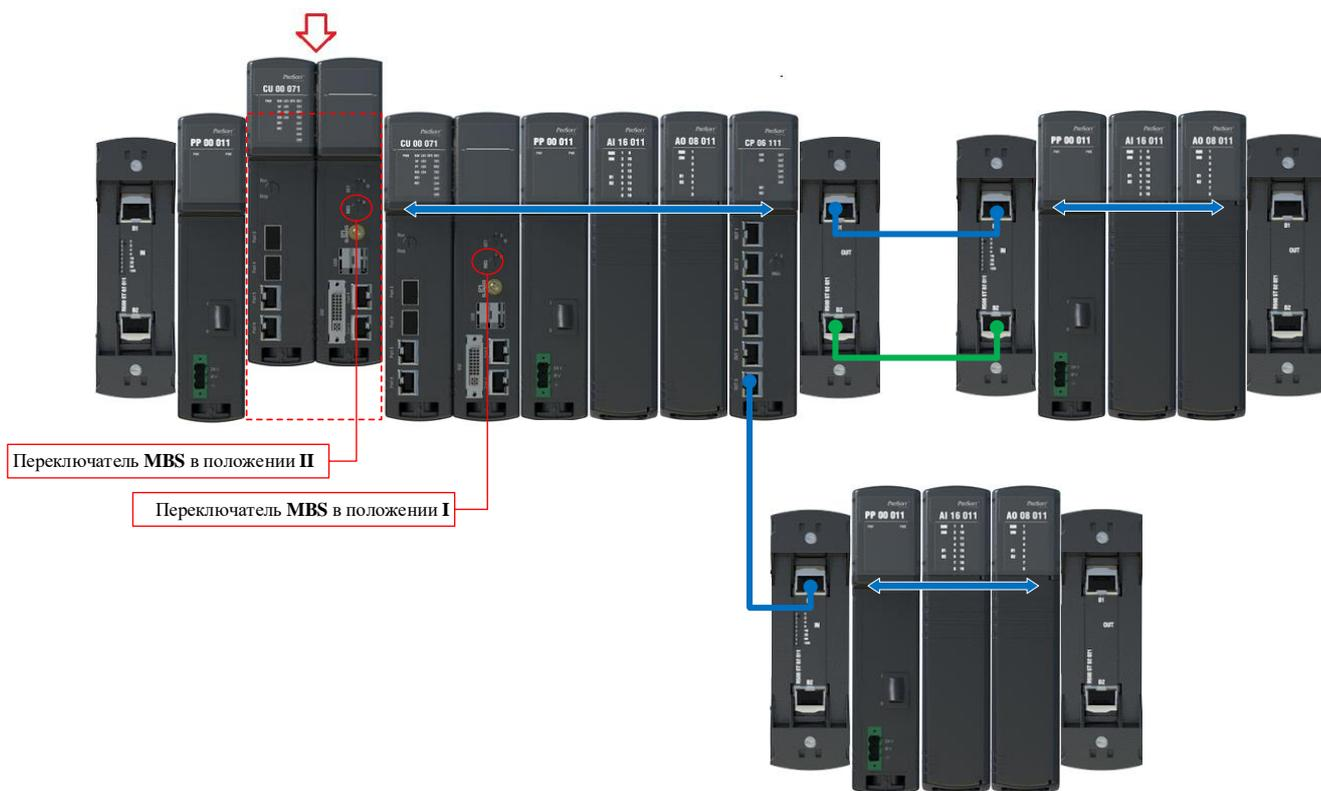

Рисунок 3 – Пример размещения модуля центрального процессора
2. Расположите модуль центрального процессора, сконфигурированного на вторую шину, в крайнее положение в крейт (Рисунок 3). Модуль ЦП, работающий по первой шине, должен находиться в соседнем, ближе к центру крейта, положении. В этом случае у функционирующего по первой шине модуля центрального процессора пропадет связь только с одним оконечным модулем (**IN** или **OUT**), что в указанной конфигурации не приведет к потере соединения с модулями ввода/вывода.